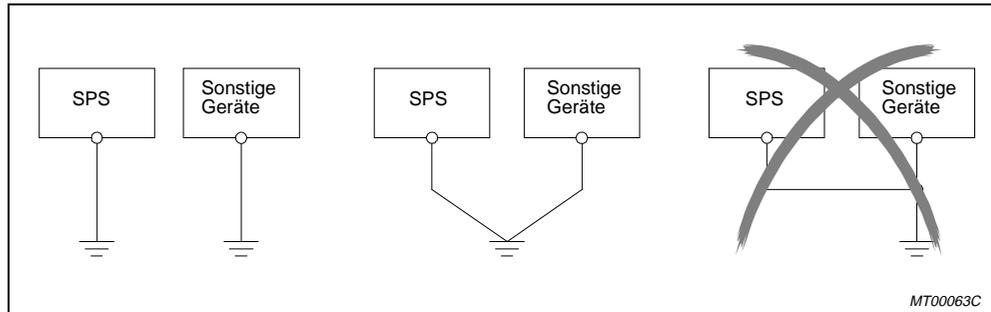

Abb. 9-19: Erdungsanschluß
- Die SPS sollte nach Möglichkeit unabhängig von anderen Geräten geerdet werden (siehe Abb. 9-19 links). Die Erdung erfolgt nach Klasse 3 (Erdungswiderstand max. 100 Ω).